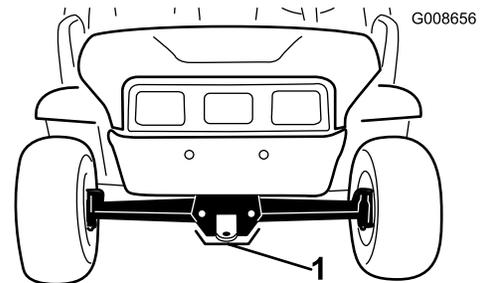

Figura 22
- Il punto di sollevamento nella parte anteriore della macchina si trova davanti al telaio dietro al timone di traino (Figura 22).